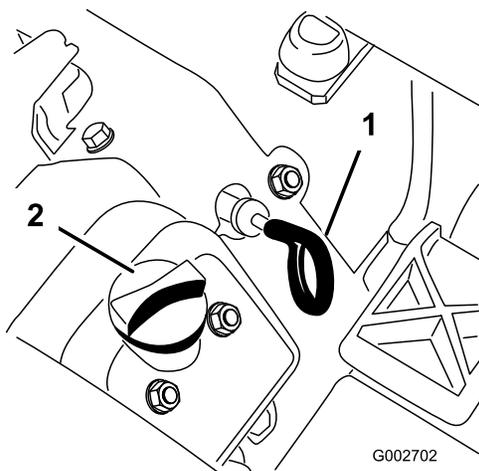

Bild 24
3. Ziehen Sie den Peilstab heraus (Bild 24) und wischen Sie ihn mit einem sauberen Lappen ab.